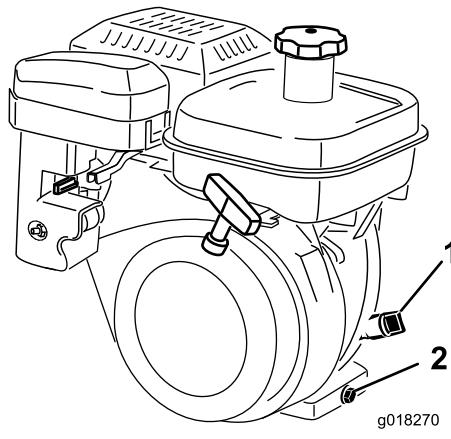

Figura 30
2. Coloque el cortacésped con el motor nivelado, y limpie la zona alrededor del indicador del nivel de aceite (Figura 30).
3. Retire el indicador del nivel de aceite girándolo en el sentido contrario a las agujas del reloj (Figura 30).
5. Luego retírelo y compruebe el nivel de aceite. Si el nivel es bajo, añada solamente aceite suficiente para que llegue entre las marcas H y L del indicador (Figura 30).
- En la parte trasera de la máquina, coloque un recipiente debajo del tapón de vaciado (Figura 30).